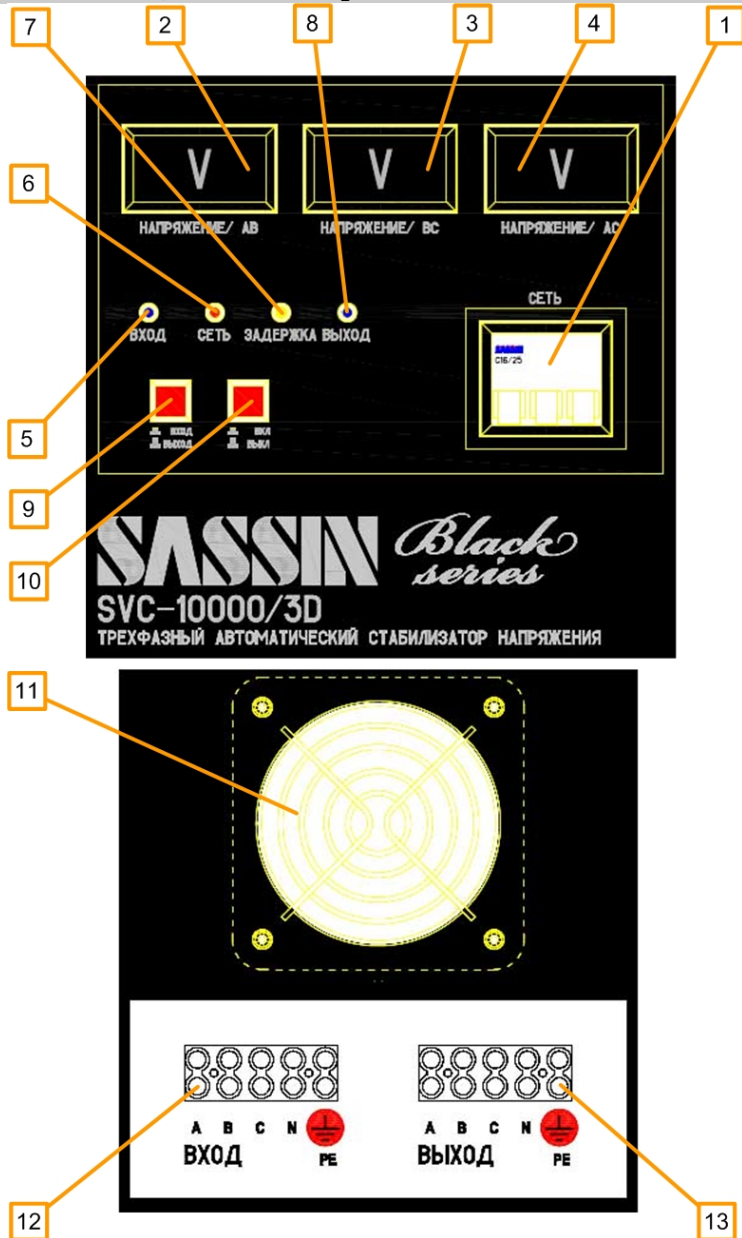

Рис. 1.
4.1. Перечень составных частей изделия (рис. 1).
При установке стабилизатора следует подключить к резьбовой клемме «РЕ» колодки поз. 12 или 13 (рис. 1) проводник заземляющего устройства, удовлетворяющий требованиям раздела 10: «Обеспечение требований безопасности».
5.4.1. Расположение элементов подключения, управления и индикации для всех моделей показано на рис. 1. Их назначение указано в Таблице 2.
5.5.1. Перевести автоматический выключатель «СЕТЬ» поз. 1 (рис. 1) во включенное положение. Индикатор «ВХОД» поз. 5 (рис. 1) включается при наличии во входных цепях всех фаз напряжения в пределах допустимого диапазона, указанного в пп. 7 Таблицы 1. Индикатор «СЕТЬ» включается при нормальной работе всех цепей и систем стабилизатора. После автоматической установки нормального выходного напряжения (контролируются вольтметрами поз. 2, 3, 4 рис. 1) автоматическое включение напряжения выходной цепи нагрузки произойдет через 6 секунд, если функция задержки включения не активирована (кнопка поз. 10, рис. 1, не нажата), и с задержкой 120 секунд, если включена функция задержки (кнопка нажата). Функция задержки необходима для защиты потребителей, для которых нормируется ограничение по количеству пусков и остановов в единицу времени. Например, для бытовых холодильников и многих типов кондиционеров максимально допустимое число пусков в час составляет величину не более 30. **Внимание!** При отключении функции задержки и частом срабатывании защитного отключения электродвигатели таких потребителей могут быть повреждены.
5.5.2. При работе стабилизатора в состоянии задержки включается индикатор «ЗАДЕРЖКА» поз. 7 (рис. 1).
5.5.3. При появлении на входе стабилизатора аномального повышенного или пониженного напряжения, а также перегреве силового трансформатора выходная цепь нагрузки отключается и отключается индикатор «ВЫХОД» поз. 8 (рис. 1).
6.1. Наличие и величины выходного и выходного линейных напряжений цепи переменного тока отображаются вольтметрами поз. 2, 3, 4 (рис. 1). При нажатой кнопке поз. 9 отображаются входные напряжения, а при отжатой – выходные.
10.3.6. Во время работы стабилизатора его клемма защитного заземления поз. 3 (рис. 1) или клемма 3 колодки поз. 16 должны быть постоянно подключены к заземлителю, любого из указанных в п. 10.3.2 типов.